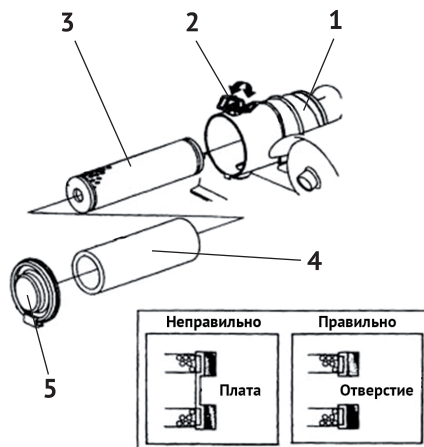

рис.9
- освободить зажим (рис.9 поз.2) крепления крышки, сверху на корпусе фильтра (рис.9 поз.1) и снять крышку (рис.9 поз.5), как показано на рис.9;
- извлечь и осмотреть бумажный (рис.9 поз.3) и поролоновый (рис.9 поз.4) элементы воздушного фильтра;